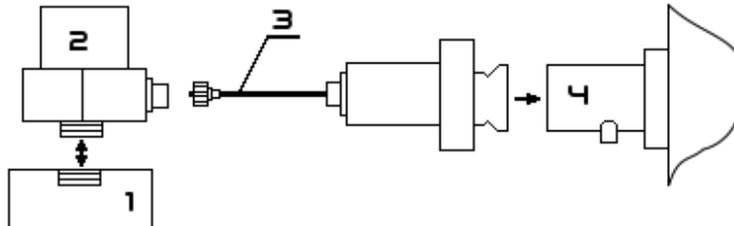

Рисунок 8 – Установка на магнит и подключение вибродатчика AP-40 к прибору ВМ-7101
Сборка рабочей схемы прибора ВМ-7101 осуществляется в соответствии с рис.8.
- соединения антивибрационного кабеля с датчиком и переходником «микро-CP-50» см. рис. 8;